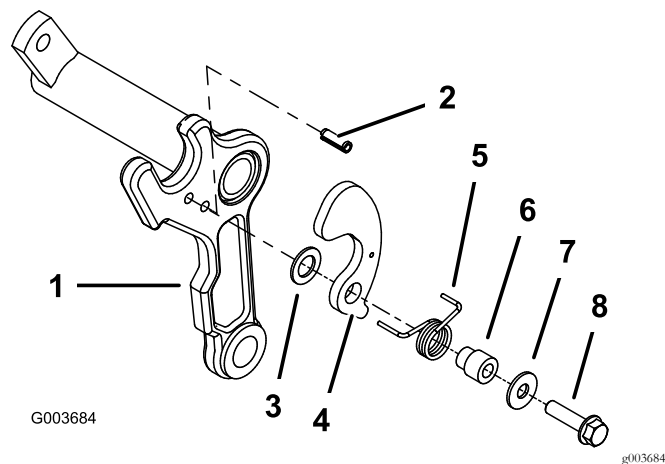

Рисунок 6
4. Вставьте цилиндрический штифт в нижнее отверстие на соответствующей стороне каждой несущей рамы режущего блока (Рисунок 6).
шайбу (3/8 x 7/8 дюйма) и болт (5/16 x 1-1/4 дюйма); см. Рисунок 6.